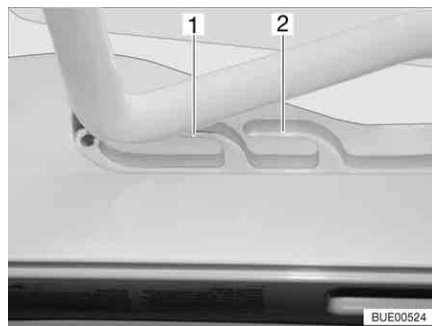

Bild 19 Kipp-Dachhaube in Lüftungsstellung
- Den Bügel leicht nach oben drücken und in die gewählte Führung (Bild 19,1 oder 2) schieben.